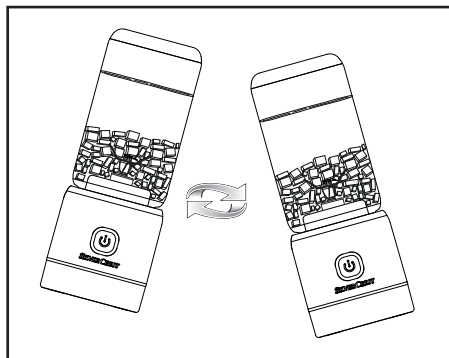

Bild 1
1) Fyll mixbägar ④ med de förberedda ingredienserna, först vätskan och därefter fruktbitarna.
① **Observera:** Fyll aldrig på mer ingredienser än upp till mixbägar ④ MAX-markering! Annars kan ingredienserna inte blandas ordentligt.
2) Vänd på motorenheten ⑨ så att krysskniven ⑤ pekar nedåt. Sätt motorenheten ⑨ på mixbägar ④ och skruva medsols tills den sitter fast.
- 4) För att ingredienserna ska fördelas bättre kan man röra på produkten under tiden. Håll då produkten i handen och rör den fram och tillbaka (se bild 1). Akta så att mixbägaren **4** inte lossnar från motorenheten **9**.